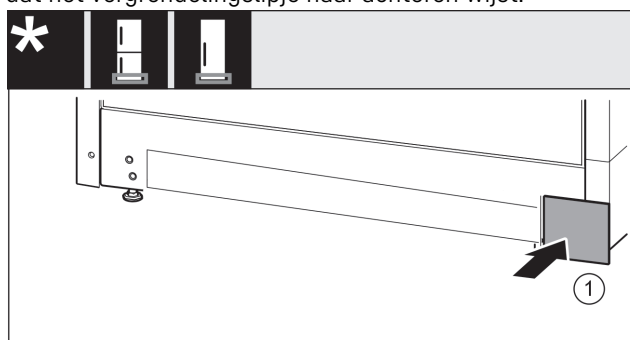

Fig. 18
- ▶ Afdekking Fig. 18 (1) van de andere zijde weer er in steken.